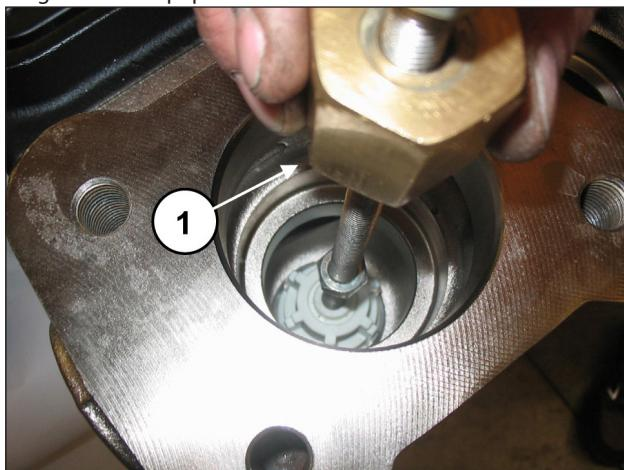

Fig. 94
Extraire l'ensemble de la soupape d'aspiration à l'aide d'un extracteur à inertie (réf. 27516400) à appliquer sur le trou M10 du guide de soupape (rep. ①, Fig. 94) ou, en complément, un adaptateur M10-M16 (réf. 25089700) à fixer sur le filetage M16 du guide de soupape.